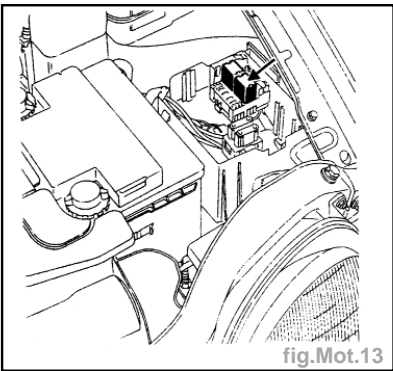

fig.Mot.13
- Shunter les bornes (3) et (5) du relais de pompe à carburant (il est situé dans la boîte à fusibles moteur) (fig. Mot.13). En 1 mn le débit de pompe doit être au minimum sous une tension de 12V de 1,3 l.
- Shunter les bornes (3) et (5) du relais de pompe à carburant situé dans le boîtier fusibles moteur (fig. Mot.13).